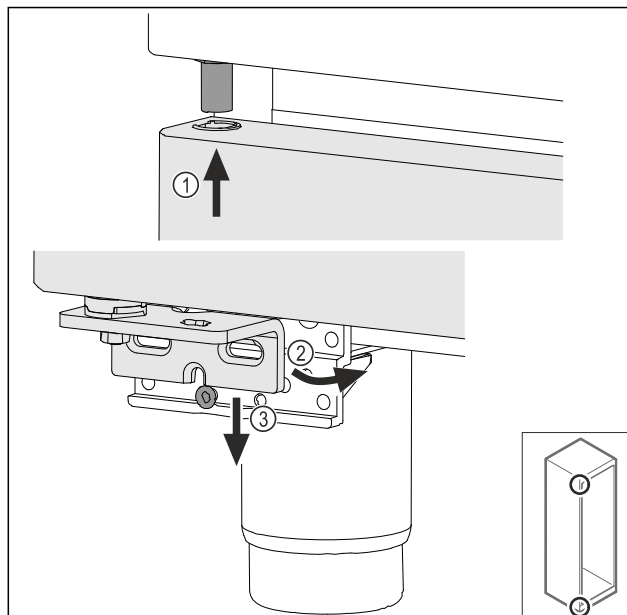

Fig. 47
- Liitä ovi ylhäällä hieman kallistettuna Fig. 47 (1), suuntaa ovi suoraan Fig. 47 (2) ja aseta alhaalla laakerijalustan ruuvit Fig. 47 (3) päälle.